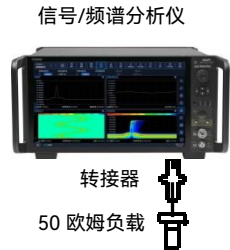

图 7.24 显示平均噪声测试示意图
- 1) 按图 7.24 所示将 50 欧姆负载和转接器连在 4082 的相应的射频输入端口；
- 1) 按照图 7.24 连接仪器。复位 4082，将待测试的射频输入 1 端口接 50 欧姆负载。如下设置 4082：